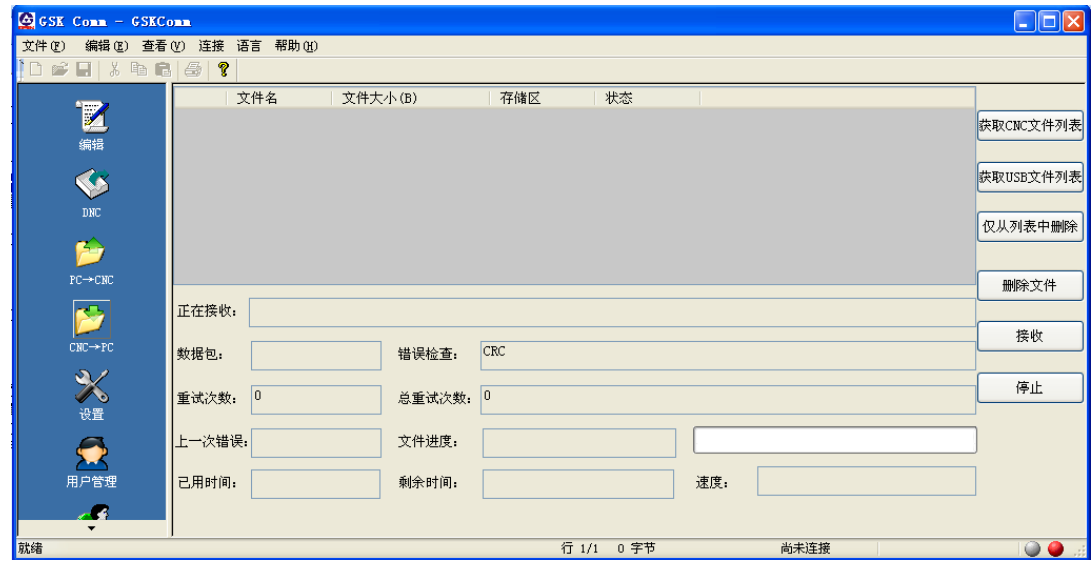

图 11-3-2-5
2、点击 获取CNC文件列表 按钮，获取 CNC 端文件列表，如图 11-3-2-6 所示。